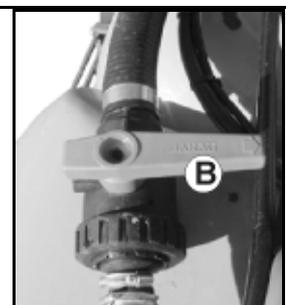

Fig. 43
4. zum Befüllen des Spülwasser-Behälters quer zur Flussrichtung (Fig. 43/B) verschwenken.